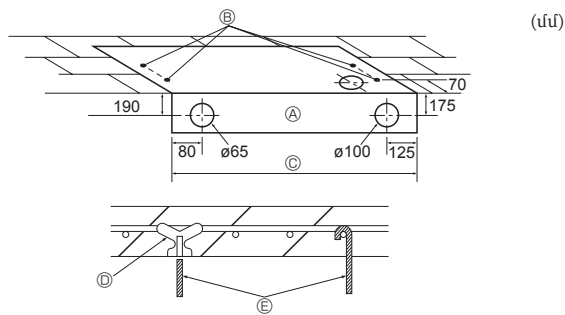

Fig. 3-3
3.2.3. Կախովի հեղույսների և խողովակների դիրքերի ընտրություն (Fig. 3-3)